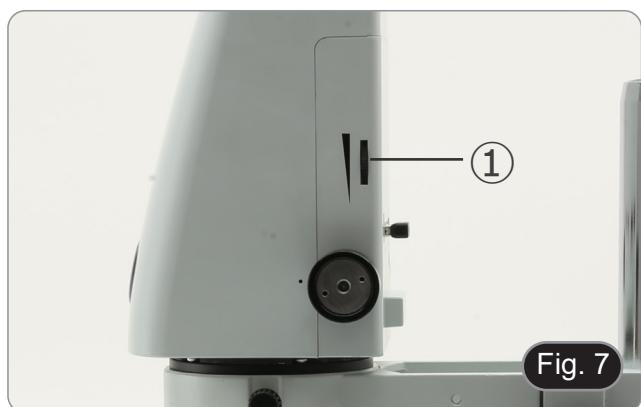

Fig. 7
1. Rodar o anel de ajuste de luz ① no lado direito do corpo do microscópio. (Fig. 7)